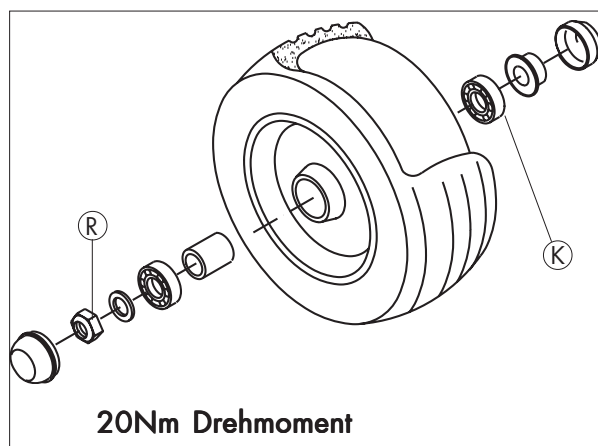

Bild 2-7
Die Radmutter (R) nur mit 20 Nm Drehmoment anziehen, damit der Kunststoffring (K) nicht beschädigt wird (Bild 2-7).